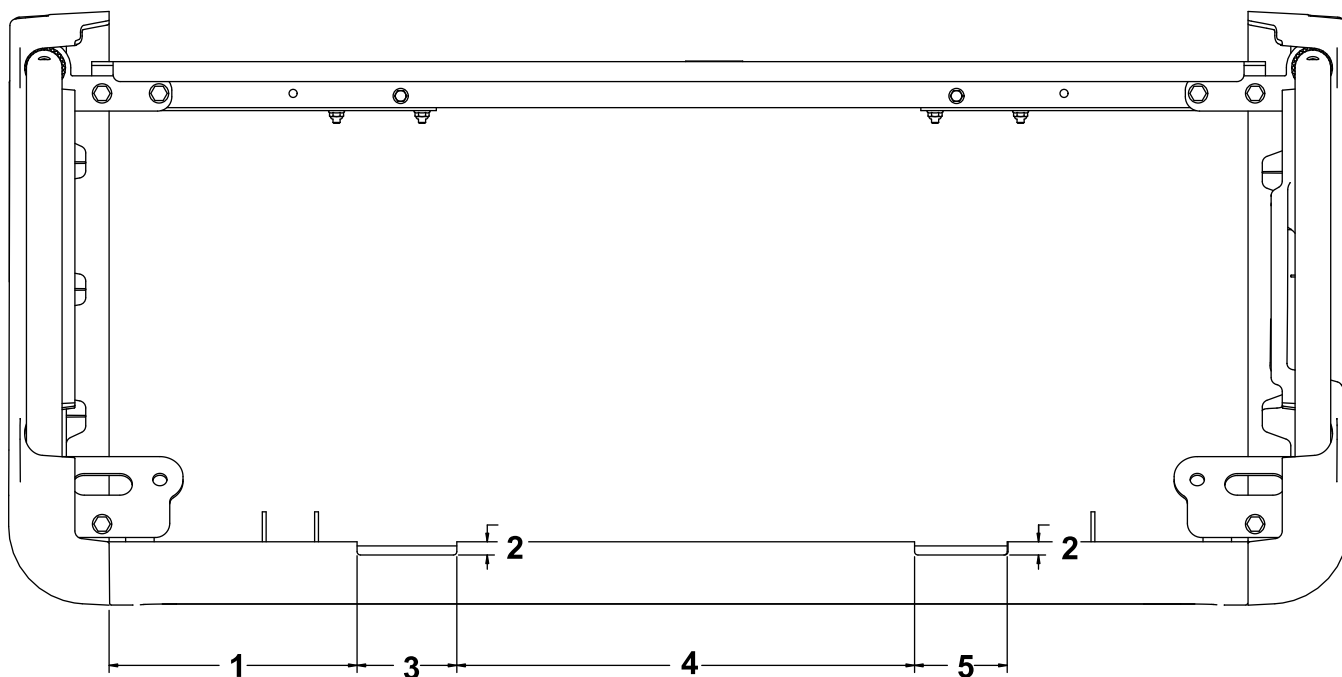

Figura 5
1. Medindo da esquerda para a direita, meça 22,1 cm da extremidade do painel da base do banco e marque este local (Figura 5).
2. Meça 11,7 mm da extremidade superior do painel da base do banco (na sua direção) e marque este local (Figura 5).
3. Meça 8,9 cm a partir do local marcado e marque este local (Figura 5).
4. Meça 11,7 mm da extremidade superior do painel da base do banco (na sua direção) e marque este local (Figura 5).
6. Meça 40,8 cm a partir da abertura e marque este local (Figura 5).
7. Meça 11,7 mm da extremidade superior do painel da base do banco (na sua direção) e marque este local (Figura 5).
8. Meça 8,25 cm a partir do local marcado e marque este local (Figura 5).
9. Meça 11,7 mm da extremidade superior do painel da base do banco (na sua direção) e marque este local (Figura 5).